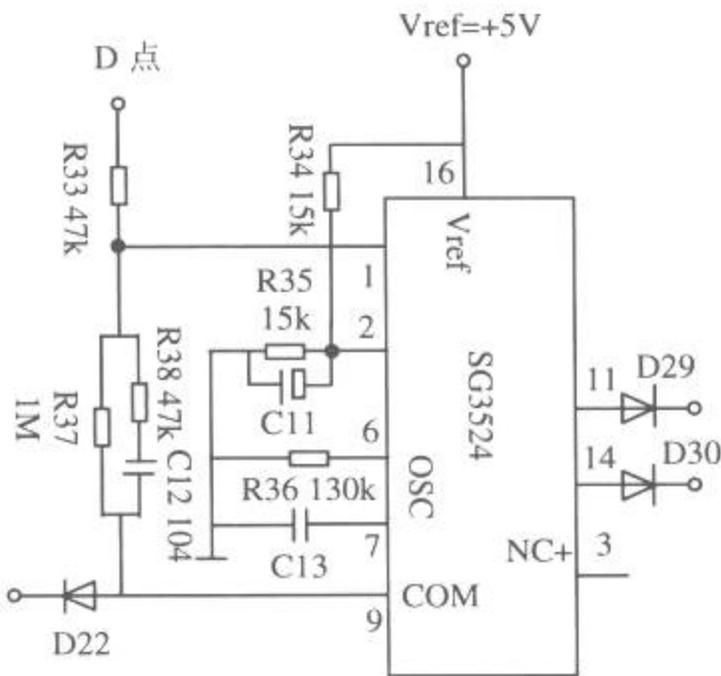

图 5-22 比较控制电路
② 比较控制电路。比较控制电路由 SG3524 的内外电路构成，如图 5-22 所示。